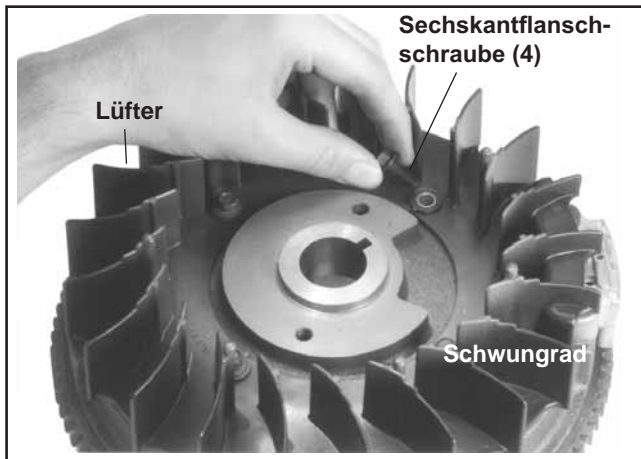

Abbildung 11-25. Einbau des Lüfters am Schwungrad.
1. Bauen Sie Lüfter, Abstandsstücke und Sechskantflanschschrauben am Schwungrad an. Siehe Abbildung 11-25.